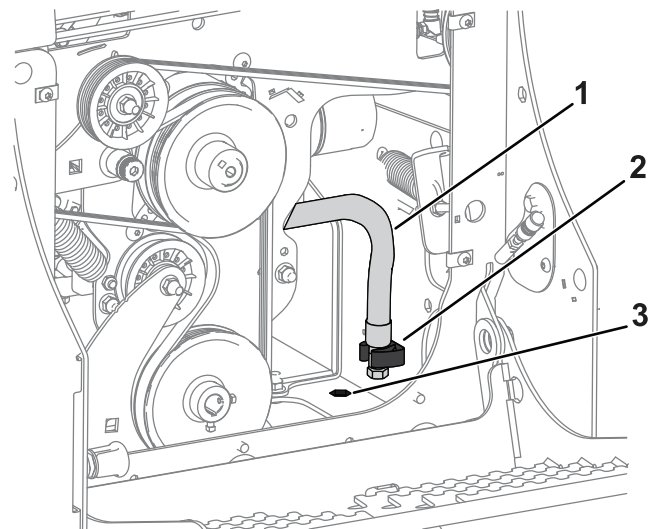

Figura 30
3. Localice la manguera de aceite del motor que está sujeta en la posición de almacenamiento (Figura 30).